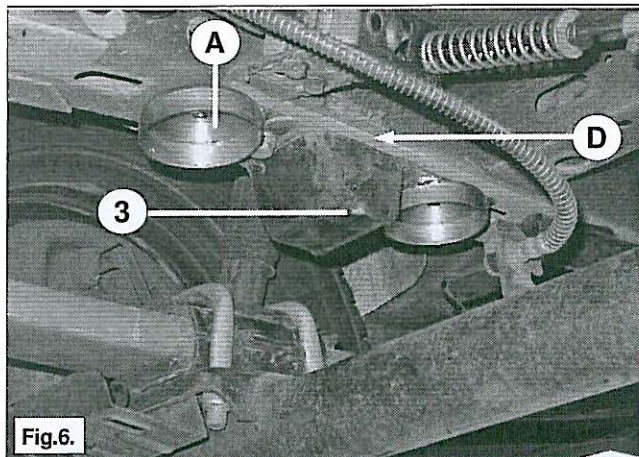

Fig.6.
2. Demonteer de buffer 3. Zie fig. 6.
2. Dismount the bumpstop 3. See fig. 6.
2. Demontieren Sie den Puffer 3. Siehe Fig. 6.
2. Démontez le tampon 3. Cf. fig. 6.
2. Desmonte el tope 3. Ver fig. 6.